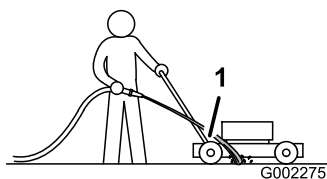

Figura 32
3. Tenete il flessibile da giardino all'altezza della stegola e indirizzate il getto per terra, davanti alla ruota posteriore destra (Figura 32).